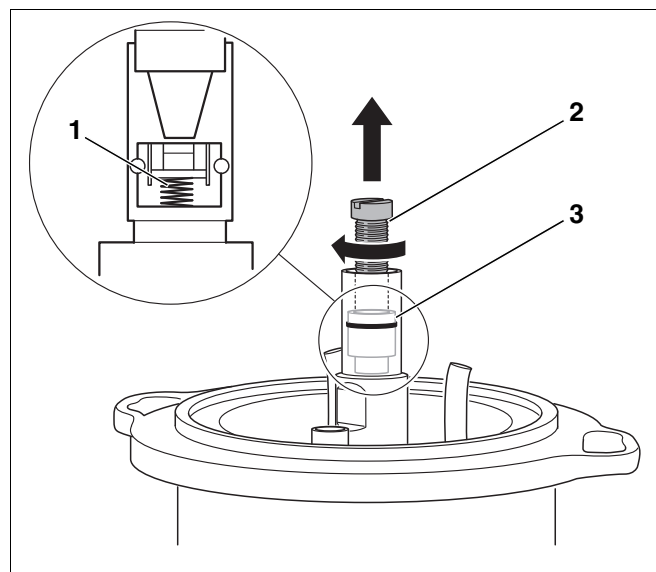

Рис. 31 Замена запорного клапана
Запорный клапан (Рис. 31, **поз. 3**) в подогревателе топлива работает как обратный клапан. Работаящий топливный насос подает дизтопливо через запорный клапан. При выключении насоса клапан закрывается пружиной (Рис. 31, **поз. 1**).
- Ввернуть винт M5 x 50 (Рис. 31, **поз. 2**).
- Вынуть запорный клапан (Рис. 31, **поз. 3**).